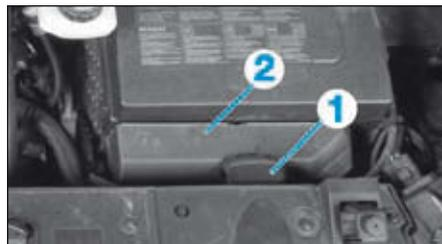

FIG.24
- le conduit d'air (1) (Fig.24),
- le cache du calculateur (2).